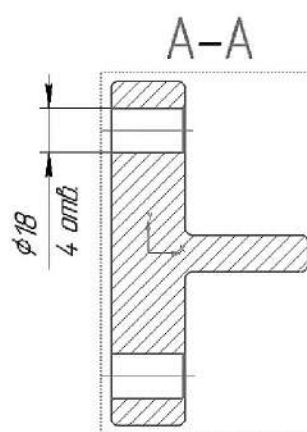

Рисунок 4.35. Проставка размеров и осевых линий на разрезе *A-A*
2.4.3 Проставьте на виде осевые линии и размер (рисунок 4.35).